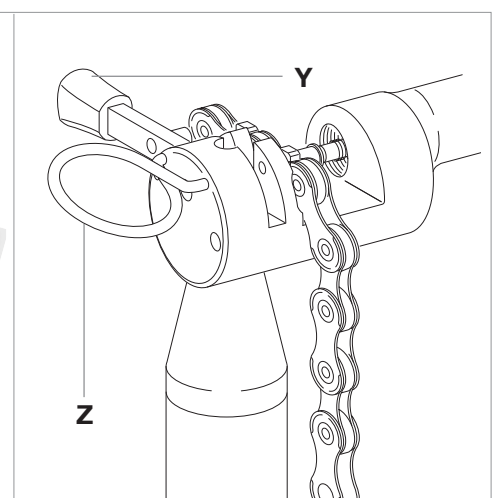

Abb.10
- Das betreffende Kettenglied mit der Sperrvorrichtung (Z - Abb. 10) blockieren.
- Überprüfen Sie, dass die Stellflasche des Werkzeugs UT-CN400 nach außen gerichtet ist (Y - Abb. 10).